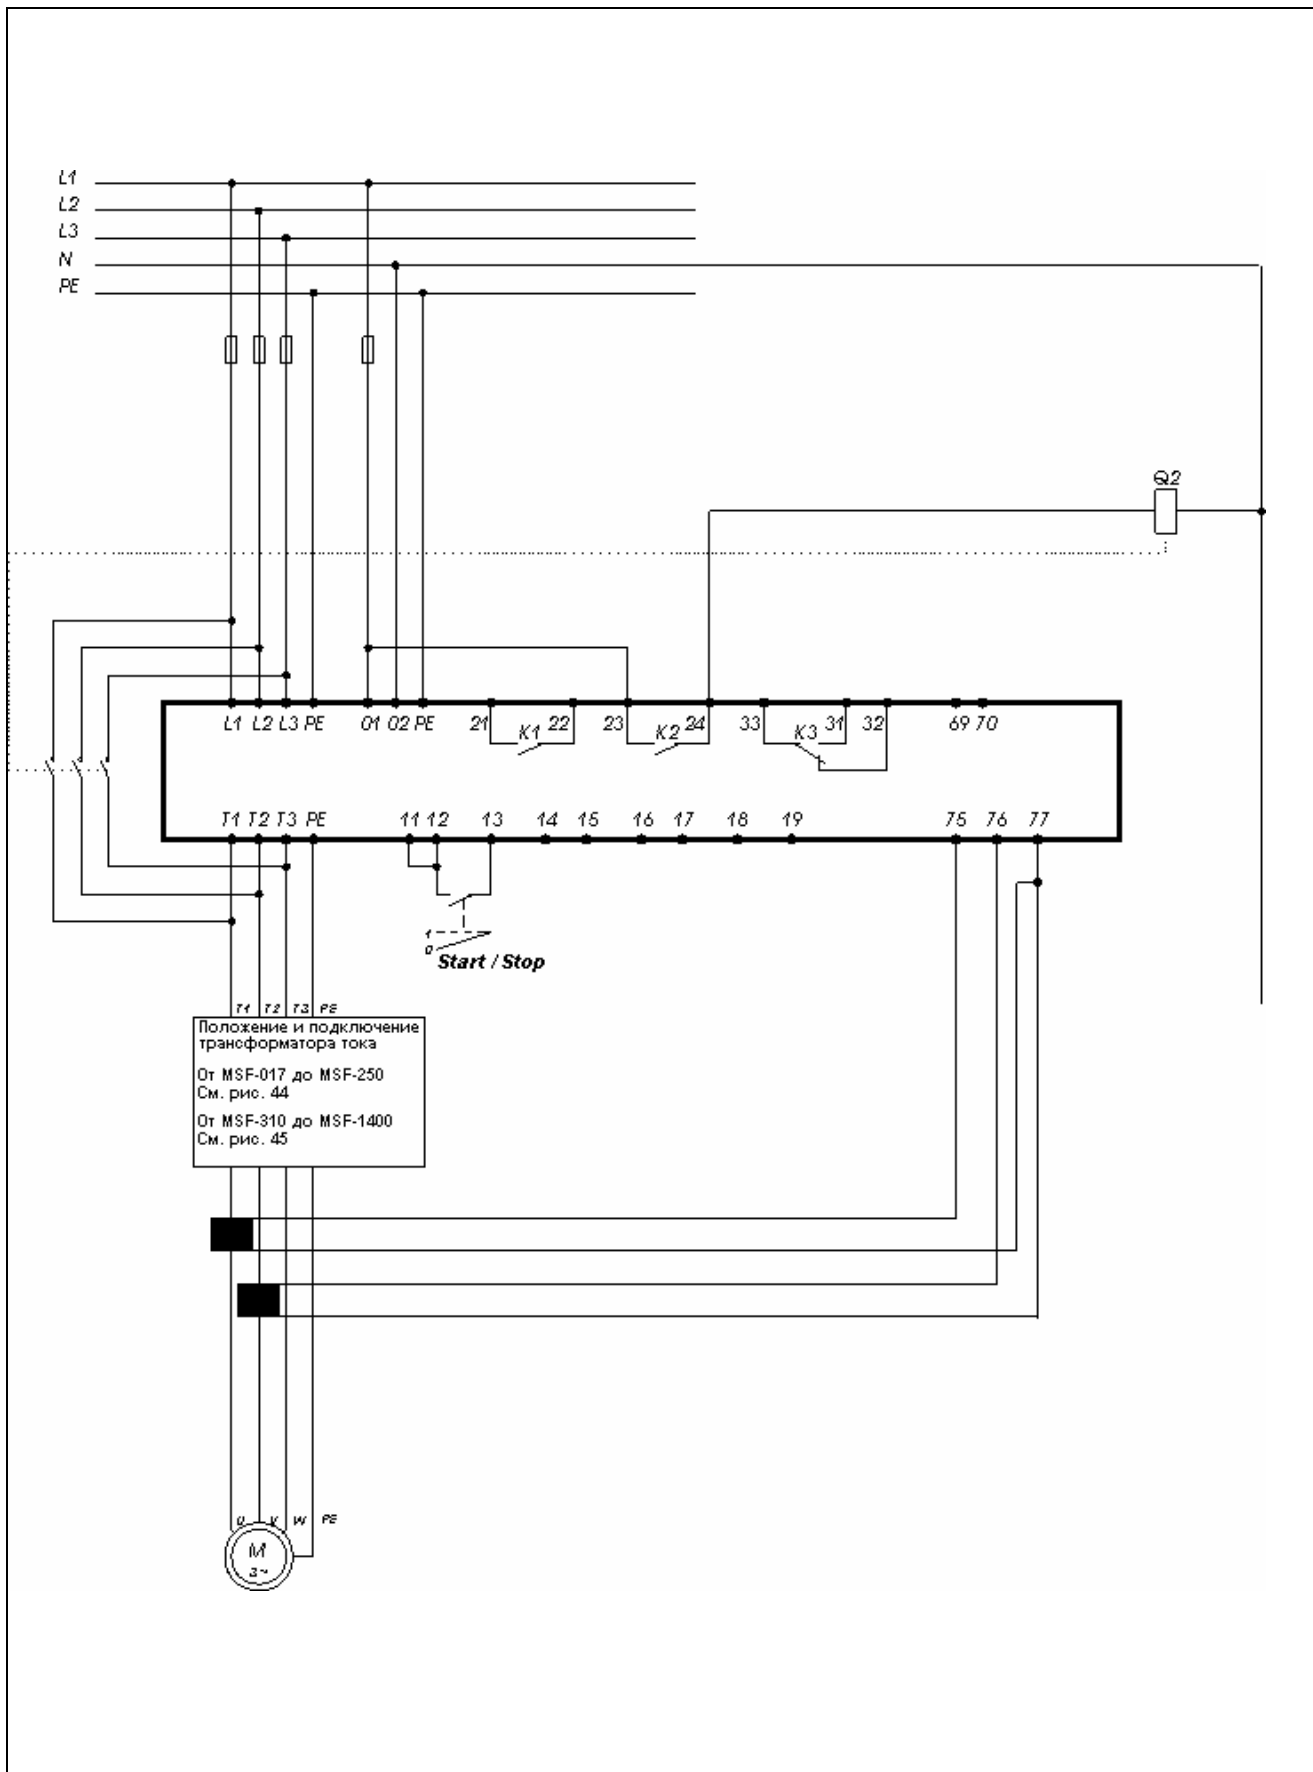

Рис. 43 Подключение с шунтированием для MSF 310-1400
**ПРЕДУПРЕЖДЕНИЕ!** Если трансформаторы тока не подключены, как показано на рис. 43 на с. 44 и описано в главе 6.2 на с. 28, функции сигнализации и индикации не будут работать. Не забудьте установить значение "on" в окне 032, иначе появится сигнал тревоги F12 и при команде на останов произойдет останов с выбегом.